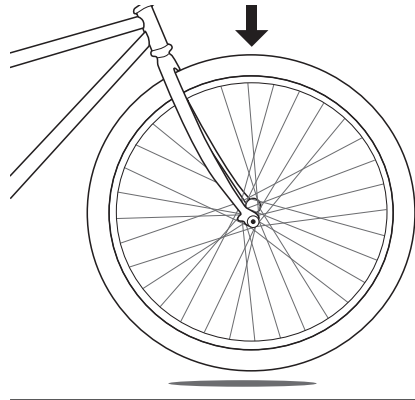

Figura 38. Levante la rueda delantera del suelo y golpee la parte superior con la mano para comprobar si está bien sujeta.
- Prueba A. Levante la bicicleta y golpee bien la parte superior de la cubierta (Figura 38). La rueda no debe desprenderse, aflojarse ni moverse.